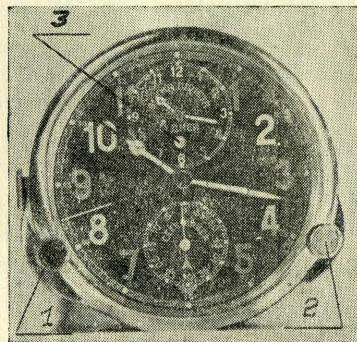

Рис. 2.
1. Габаритные размеры часов указаны на рис. 1. Общий вид часов с лицевой и обратной стороны указан на рис. 2 и 3.
3. Для управления механизмами служат головки 1 и 2 (рис. 2). Левая головка 1 (красного цвета) для завода механизма часов, для перевода стрелок, для пуска в ход и останова механизма времени полета. Правая головка 2 служит для пуска в ход и останова секундомера.
6. Завод часов производится вращением левой головки 1 (рис. 2) красного цвета против часовой стрелки до отказа.
7. Перевод стрелок часов производить при выключенном механизме времени полета т. е. когда в сигнальном отверстии циферблата 3 (рис. 2) виден белый цвет.
Для перевода стрелок часов нужно вытянуть левую головку 1 (рис. 2) до упора и вращать ее по движению стрелок. После перевода стрелок вернуть головку в прежнее положение. При этом в сигнальном отверстии показывается красное пятно, что означает включение механизма времени полета. Для того чтобы механизм времени полета выключить, необходимо после перевода стрелок часов нажать на левую головку еще 2 раза, что бы в сигнальном отверстии появился белый цвет.
8. Пуск в ход механизма времени полета производится нажимом на левую головку 1 (рис. 2) красного цвета. Первый нажим включает механизм времени полета в работу. При этом в сигнальном отверстии циферблата 3 (рис. 2) показывается красный цвет.
9. Останов механизма времени полета производится вторым нажимом на головку 1 (рис. 2) при этом стрелки на циферблате „время полета“ прекращают движение и в сигнальном отверстии показывается половина белого и половина красного цвета.
10. Установка в нулевое положение стрелок механизма времени полета производится третьим нажимом на левую головку 1 (рис. 2) при этом в сигнальном отверстии появляется белый цвет.
11. Пуск в ход секундомера производится нажимом на правую головку 2 (рис. 2). Первый нажим включает механизм секундомера.